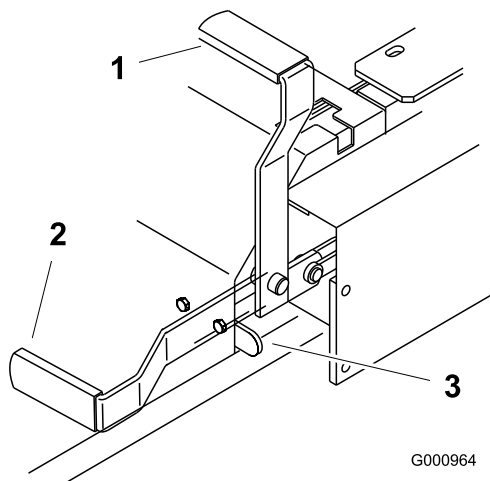

Figura 10
2. Alzate la leva del freno di stazionamento e tiratela indietro per innestare il freno (Figura 10). La leva del freno di stazionamento deve rimanere saldamente innestata.
Spingete in avanti ed abbassate la leva del freno di stazionamento per rilasciare il freno (Figura 10). Il freno di stazionamento è disinnestato e la leva poggia contro l'arresto del freno.